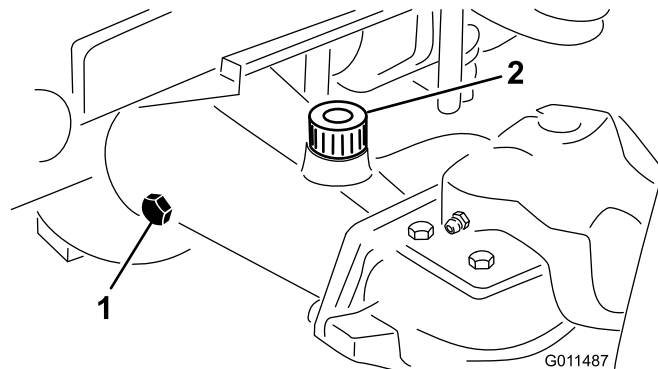

Рисунок 61
2. Снимите контрольную пробку с одного конца моста и убедитесь, что масло доходит до нижнего края отверстия (Рисунок 61).